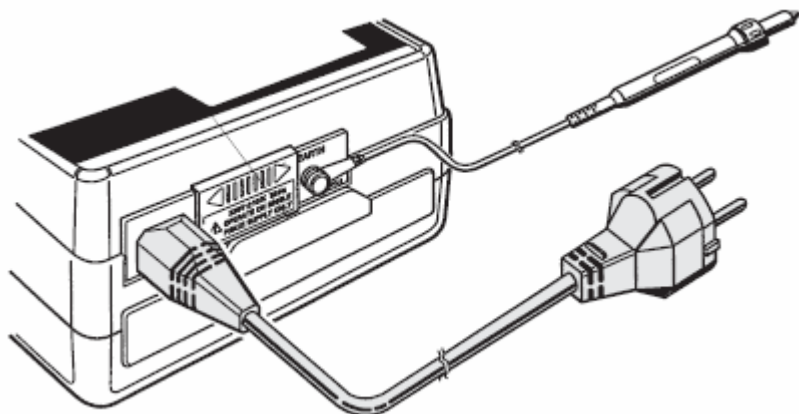
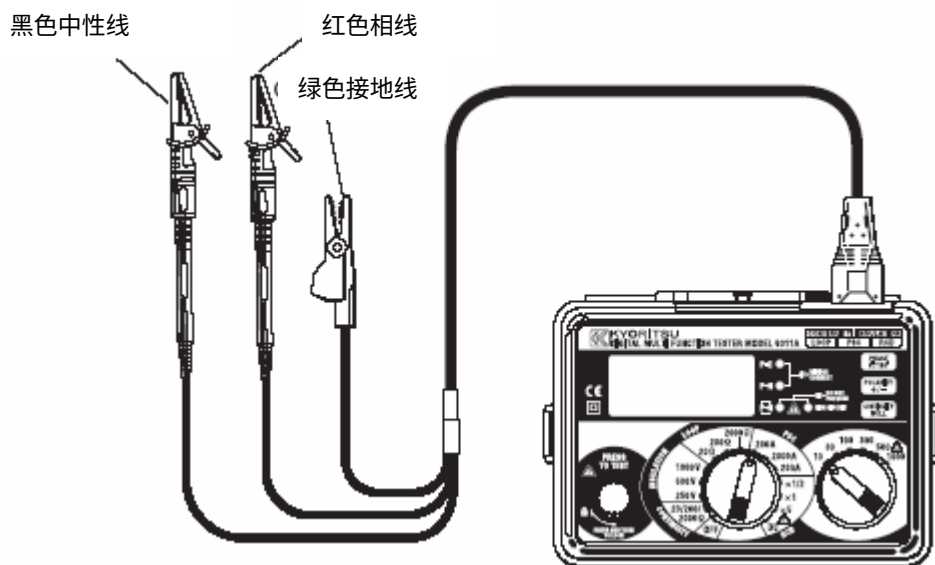

图 9
图 10
- 2. 测试线连接仪器的 IEC 插座上。(图 9)
4. 仪器与被测 RCD 连接，可使用合适的插座（图 9）或 OMA DIEC（MODEL7133）测试线（图 10）。